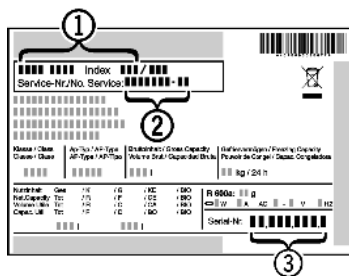

Fig. 17
- ▶ Назва пристрою Fig. 17 (1), сервісний номер Fig. 17 (2) та серійний номер Fig. 17 (3) вказані на таблиці типів. Табличка типів знаходиться всередині пристрою, зліва.
- ▶ Повідомте сервісну службу про характер неполадки, назву пристрою Fig. 17 (1), сервісний номер Fig. 17 (2) та серійний номер Fig. 17 (3).